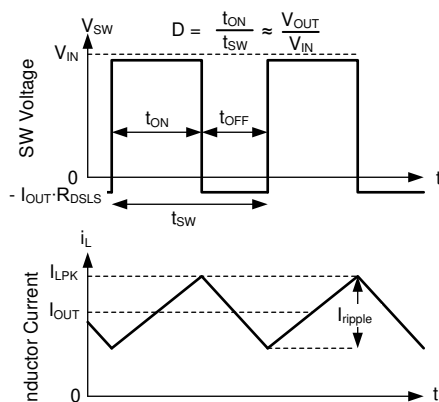

図 7-10. 連続モード (CCM) における SW 電圧とインダクタ電流の波形
LM656x5-Q1 の以下の動作の説明は、セクション 7.2 と 図 7-10 の波形を参照しています。両方とも、内蔵ハイサイド (HS) およびローサイド (LS) NMOS スイッチを各種デューティサイクル (D) でオンにすることで、制御された出力電圧を供給します。HS スイッチのオン時間の間、SW 端子の電圧 (V_{SW}) は V_{IN} の付近までスイングし、インダクタ電流 (i_L) は線形的な傾きで増加します。HS スイッチは、制御ロジックによってオフにされます。HS スイッチのオフ時間 (t_{OFF}) の間、LS スイッチはオンにされます。インダクタ電流は LS スイッチを通して放電され、LS スイッチの両端の電圧降下によって V_{SW} をグランドより低い電圧まで強制的にスイングさせます。一定の出力電圧を維持するため、レギュレーターはデューティサイクルを調整します。D は、HS スイッチのオン時間をスイッチング周期で割った値として次のように定義されます。 $D = T_{ON} / (T_{ON} + T_{OFF})$ 。